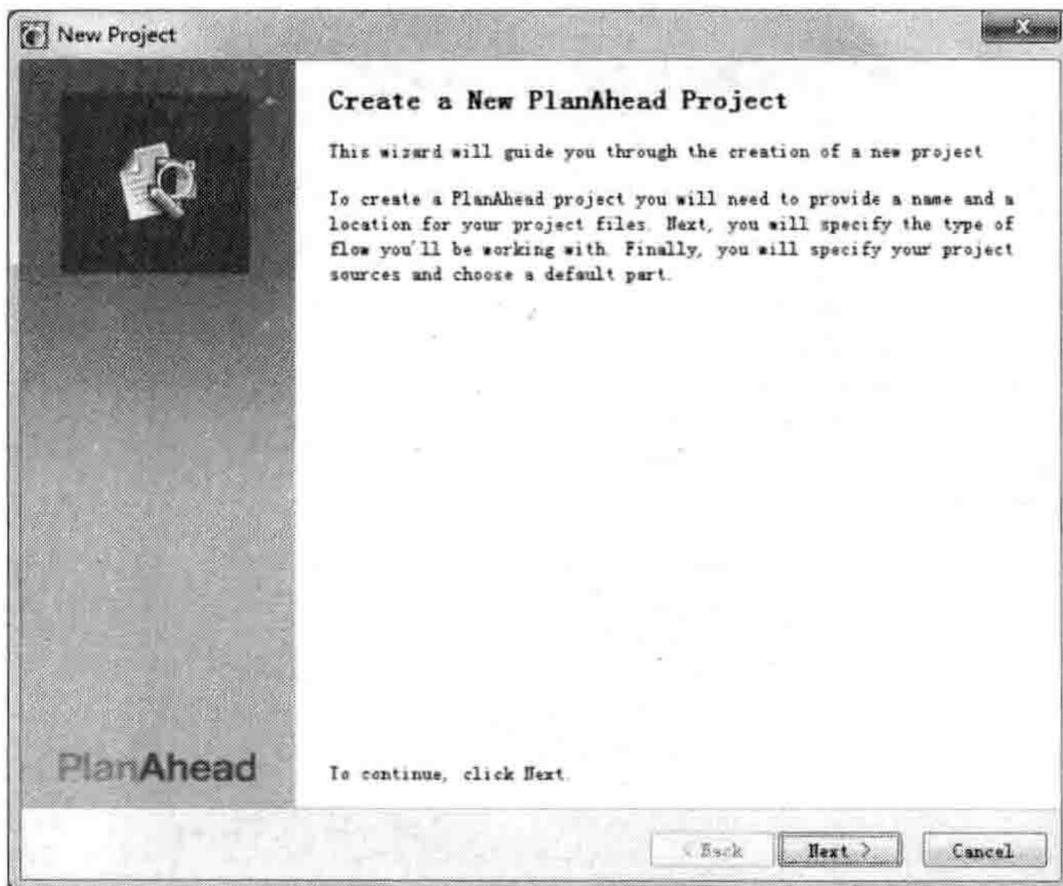

图 1.1.3 启动新工程向导
(1) 创建新工程 (Create New Project)：启动创建不同类型 PlanAhead 工程的新工程向导，单击该链接时打开的对话框如图 1.1.3 所示。